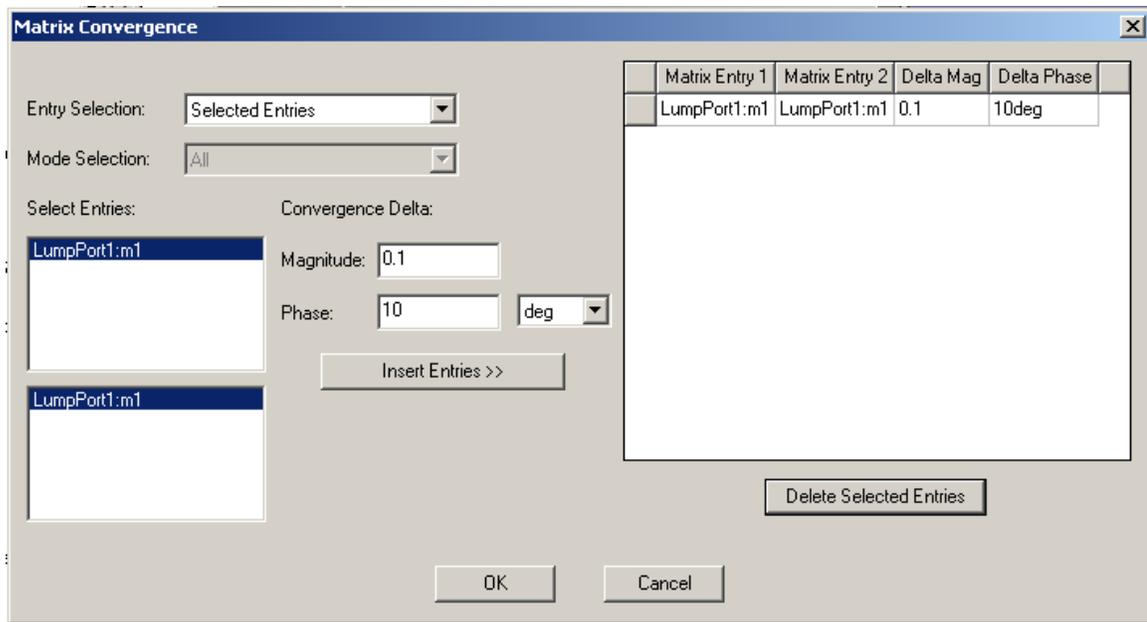

Рис. 6.21. Диалог установки элементов для контроля сходимости
4. Если Вы выбрали **All**, **Diagonal**, или **Off-Diagonal**, Вы можете выбрать процесс контроля элементов матриц, выбирая один из параметров из опускающегося списка **Mode Selection** (рис. 6.21).